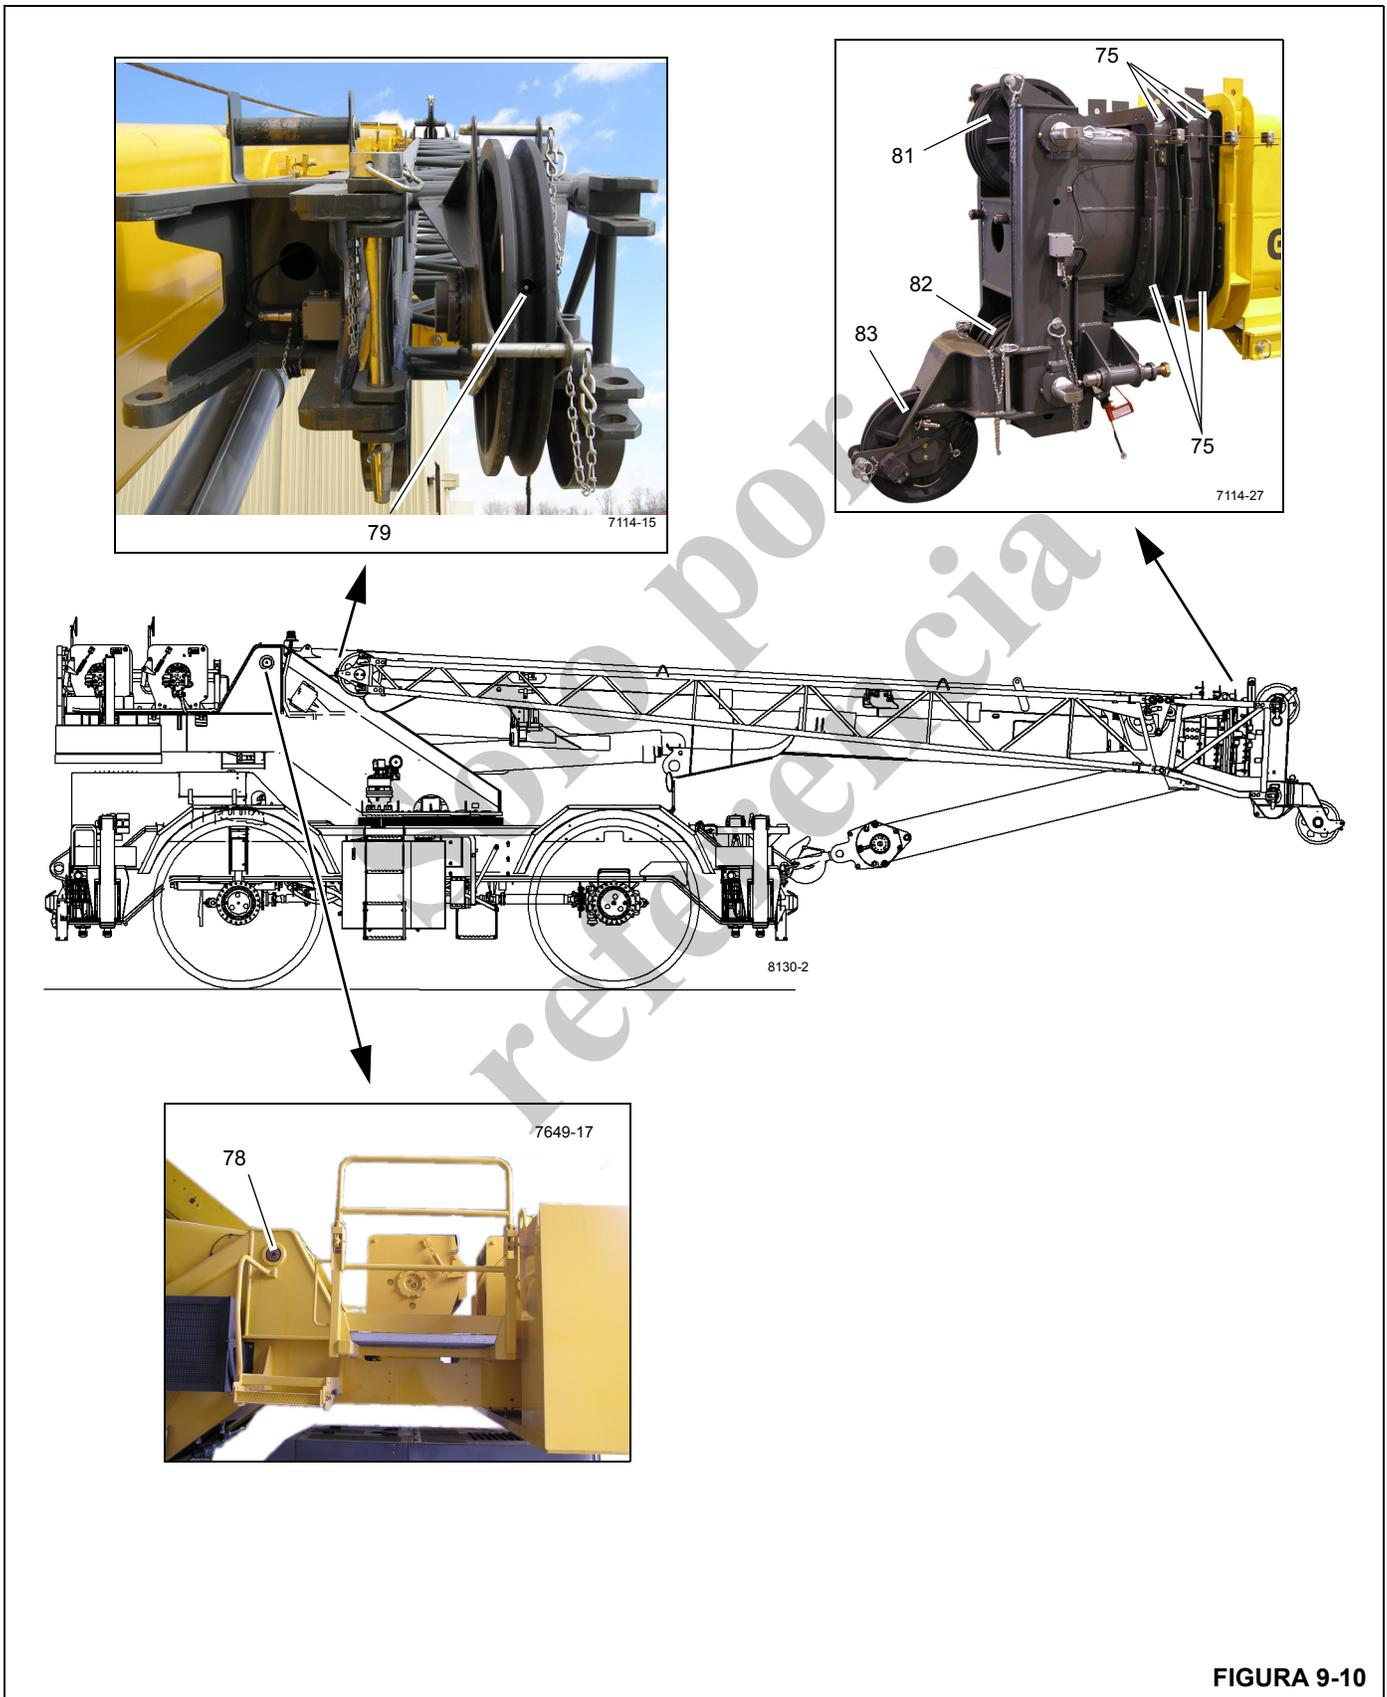

FIGURA 9-10
| 78 | Eje de pivote de la pluma | Figura 9-10 | EP-MPG Grasa universal de presión extrema 6829003477 | Hasta que salga grasa | 250 horas ó 3 meses | 2 graseras |
| 79 | Polea de extensión de la pluma | Figura 9-10 | | Hasta que salga grasa | 250 horas ó 3 meses | 1 graseras |
| 81 | Polea de punta de pluma superior | Figura 9-10 | | Hasta que salga grasa | 250 horas ó 3 meses | 2 graseras (1) por polea |
| 82 | Polea de punta de pluma inferior | Figura 9-10 | | Hasta que salga grasa | 250 horas ó 3 meses | 5 graseras |
| 83 | Polea de punta de pluma auxiliar | Figura 9-10 | | Hasta que salga grasa | 250 horas ó 3 meses | 1 graseras |